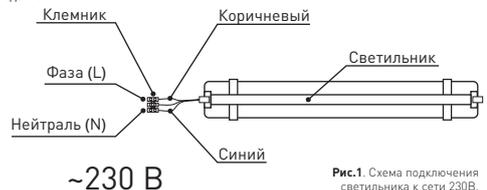

Рис.1. Схема подключения светильника к сети 230В.
4.3.2. Этот провод необходимо подключить к проводу источника питания с помощью внешнего клеммника (в комплект не входит) в соответствии со схемой, изображенной на рис.1.